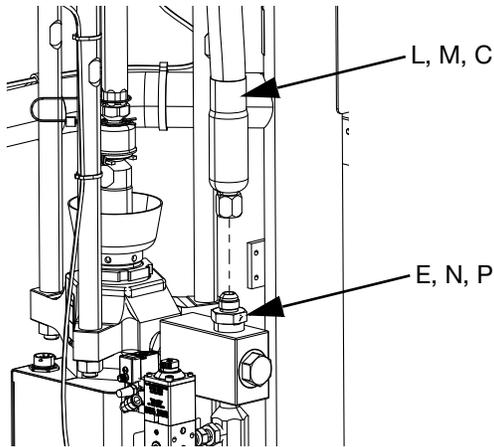

FIG. 22
4. Si utiliza un sistema de suministro con elevador iQ simple, conecte la manguera de suministro 1 (C) al de conexión del sistema y a la manguera de suministro 1 accesorio (E) como se muestra en la FIG. 1 y en la FIG. 22.
- a. Conecte la manguera en tándem 1 (L) a la unidad de suministro con elevador 1 al accesorio de conexión de la manguera en tándem 1 (N) como se muestra en la FIG. 2 y en la FIG. 22.
- b. Conecte la manguera en tándem 2 (M) a la unidad de suministro con elevador 2 al accesorio de la manguera en tándem 2 (P) como se muestra en la FIG. 2 y en la FIG. 22.